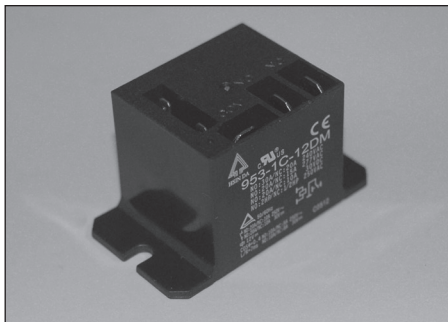

Figure 10
1. Monter le module de coupure d'alimentation **Figure 10**, aussi près que possible du brûleur à mazout.